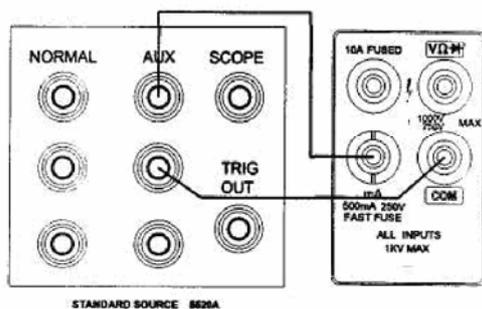

Рисунок 4-2
2. Подключите с помощью щупов выходы AUX HI и LO 5520A к входам mA и COM мультиметра (см. рис. 4-2). Выберите для мультиметра функцию измерения постоянного или переменного тока и диапазон 300 mA, а также нужный уровень выходного сигнала 5520A. Показания должны отвечать требованиям, указанным в разделе 6.